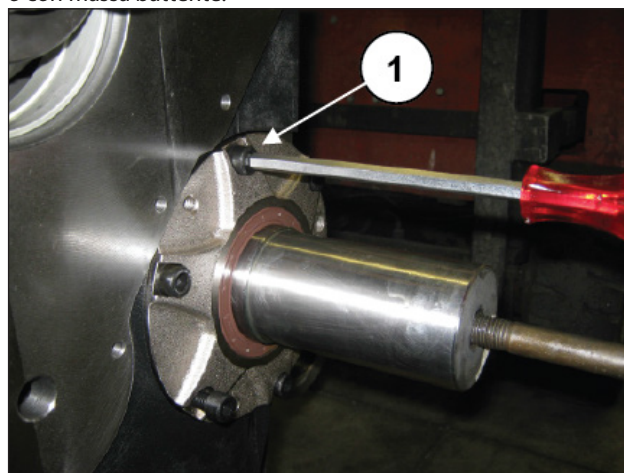
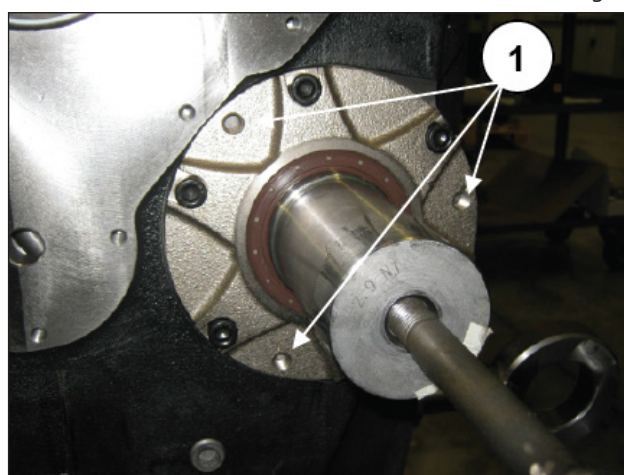

Fig. 9
Fig. 10
Svitare le viti di fissaggio coperchio cuscinetto PTO destro e sinistro (pos. ①, Fig. 9) e sfilare i due coperchi dall'albero PTO con relative guarnizioni. Per agevolare lo smontaggio utilizzare i fori M8 (pos. ①, Fig. 10) con la funzione di estrattori o con massa battente.